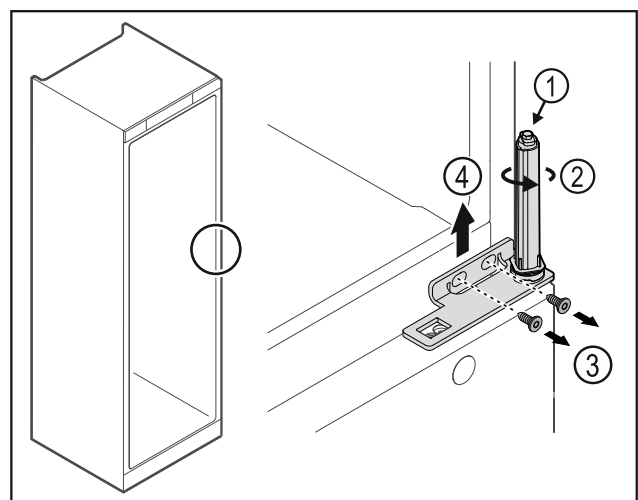

Fig. 32
- Nerozebírejte uzavírací systém dvířek Fig. 32 (1).
- Otáčejte uzavíracím systémem Fig. 32 (2), dokud nezacvakne.
- Povolte šrouby Fig. 32 (3), úhelník závěsu vyjměte směrem nahoru Fig. 32 (4).